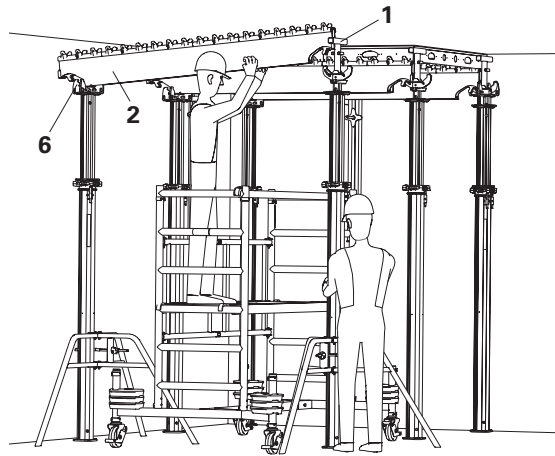

Fig. A4.09
1. Posizionare il puntello con testa d'appoggio SSK (6). Distanza 1,50 m.
3. Posizionare il puntello con testa a caduta SFK (1). Distanza 2,275 m.
4. Montare la trave longitudinale SLT 225 (2) negli alloggi presenti nella testa d'appoggio e nella testa a caduta. (Fig. A4.09)